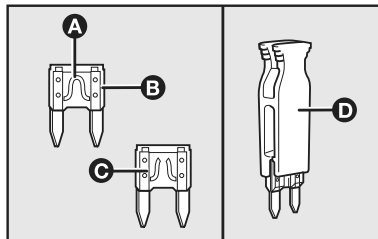
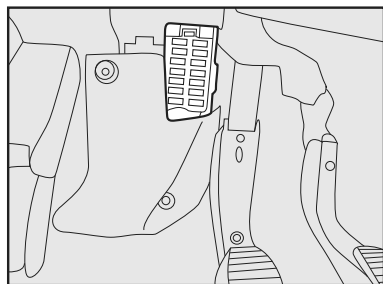
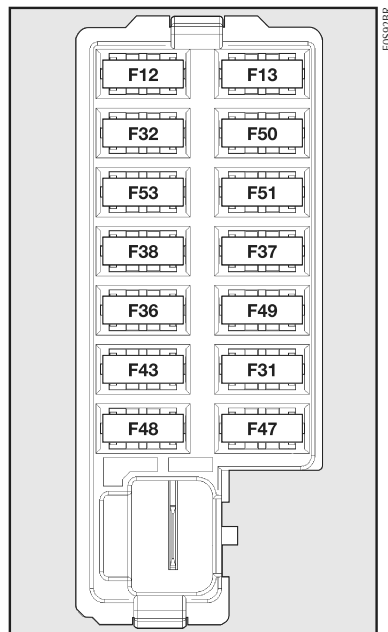

fig. 13
fig. 16
fig. 17
Quando um dispositivo não funciona, é necessário verificar a eficiência do relativo fusível de proteção: o elemento condutor **A-fig. 13** não deve ser interrompido. Em caso contrário, é necessário substituir o fusível queimado por um outro que tenha a mesma amperagem (mesma cor).
**B** fusível íntegro **fig. 13**
**C** fusível com elemento condutor interrompido **fig. 13**.
Para substituir um fusível, utilizar a pinça **D-fig. 13**, localizada no interior da tampa **fig. 16**, no lado esquerdo do painel de instrumentos. Retirar a tampa montada a pressão para ter acesso à pinça.
A central dos fusíveis está debaixo do painel, à esquerda do volante e à direita da alavanca de abertura do capô do motor - fig. 17.
Na região inferior, ao lado da pedaleira, está presente a central ilustrada nas fig. 16 e fig. 17
Central no painel de instrumentos - fig. 17